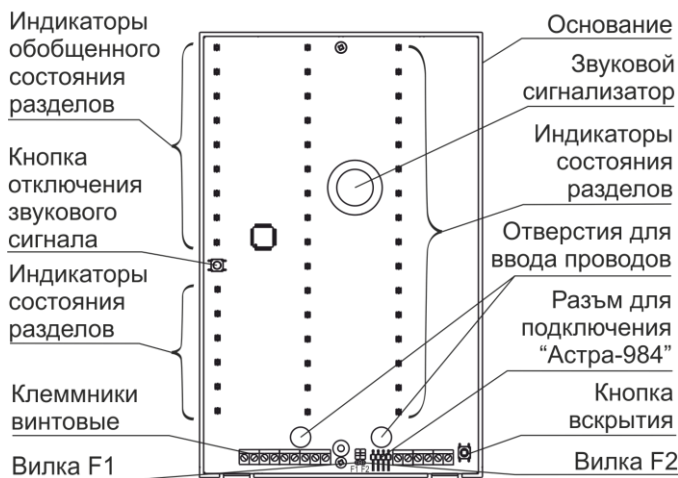

Рисунок 2
4.1 Конструктивно МИ выполнен в виде блока, состоящего из основания и съемной крышки. Внутри блока смонтирована печатная плата с радиоэлементами (рисунок 2).
3 Через отверстия для ввода проводов (см. рис.2) на основании и плате завести провода для подключения питания (основного и резервного), интерфейса RS-485, TM, линии расширения